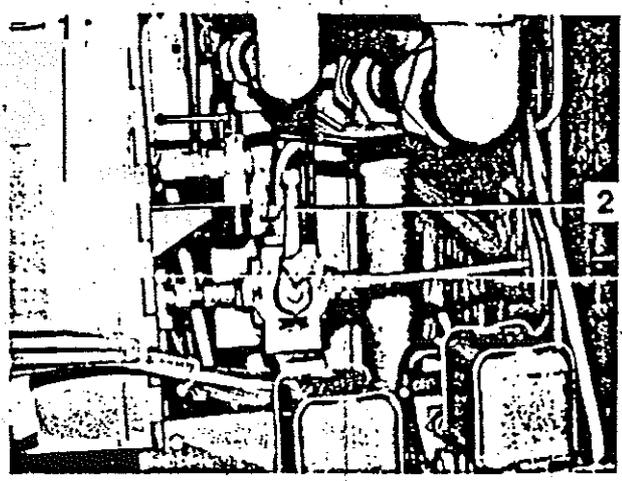

Figura 40 Llave de 4 vías para el cambio del freno neumático servicio de emergencia
- Abrir las puertas de acceso al interior del pupitre de conducción con la llave de cuadradillo (Figura 40/1)
- Cambiar la llave de 4 vías LL4V (Figura 40/2) de la posición "FRENO DIRECTO" a la posición "FRENO AUXILIAR".